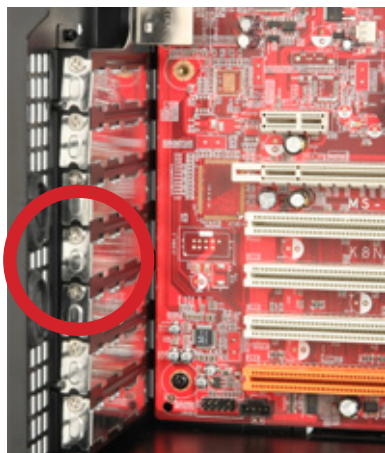

図25
1. スロットベゼルの固定ネジを取り外し、スロットベゼルを取り外します。(図25)